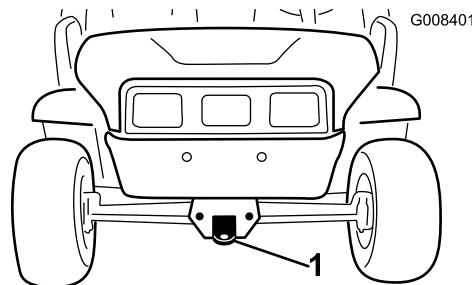
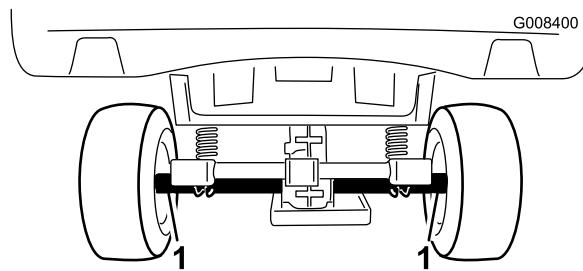

Figura 18
Figura 19
Consulte Figura 18 e Figura 19 para localizar os pontos de fixação da m ão quina.
2. Ate um cabo de reboque ao garfo, na parte dianteira do chassis da mola traseira (Figura 18).